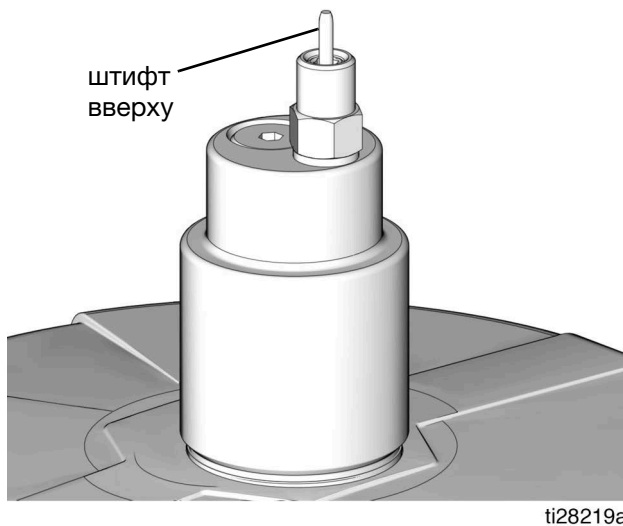

Рис. 28
3. Снимите с наполнительного соединителя (M) желтую пылезащитную крышку.
4. Соедините шлангом подачи (J) насос станции дистанционного заполнения (F) и отверстие наполнительного соединителя с отметкой «I».
5. Включите насос станции дистанционного заполнения (F).
6. Когда резервуар насоса G3 (D) заполнен:
- происходит срыв подачи насоса станции дистанционного заполнения (F) (нулевой напор),
- штифт автоматического запорного устройства для заполнения (B) поднимается, как показано на Рис. 28,
- значение на манометре (R) поднимается до давления, заданного для заполняющего насоса.